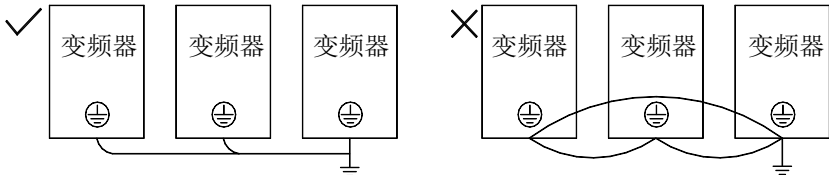

图 3-11 接地线连接方法
- 同时使用两台以上变频器的场合，请勿将接地线形成回路。正确接地方法与错误接地方法如图 3-11 所示。